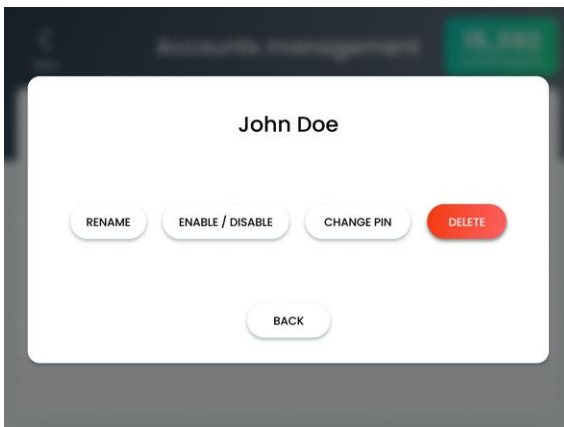

Figura 6-9. Pantalla de cuenta del usuario seleccionado
2. En la pantalla de cuentas, toque la entrada del usuario cuya contraseña desee cambiar; aparecerá la pantalla de cuenta del usuario seleccionado, como se muestra en la Figura 6-9.